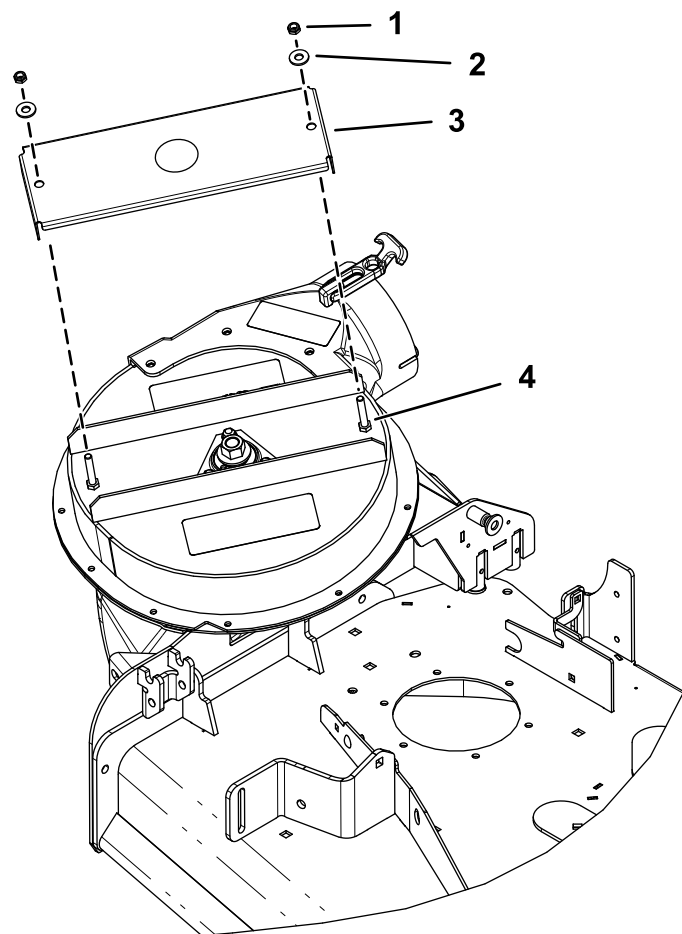

Figure 10
- Déposez la protection d'arbre et mettez-la au rebut (Figure 10).
- Retirez les 2 écrous et 2 rondelles qui fixent la protection d'arbre au ventilateur (Figure 10).